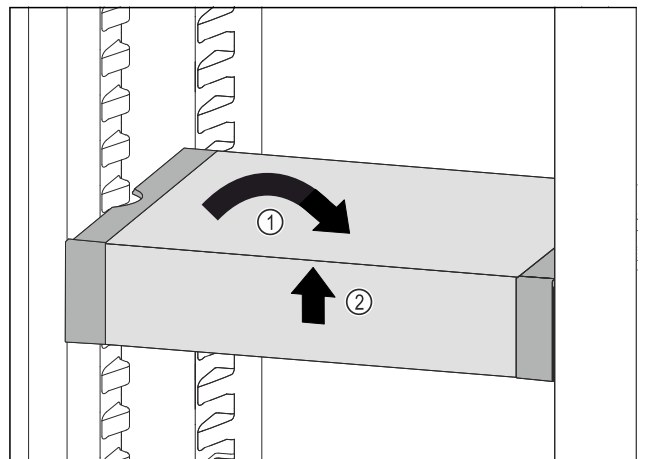

Fig. 148
- ▶ 将 VarioSafe 放平。 Fig. 148 (1)
- ▶ 抬起 VarioSafe 前部。 Fig. 148 (2)